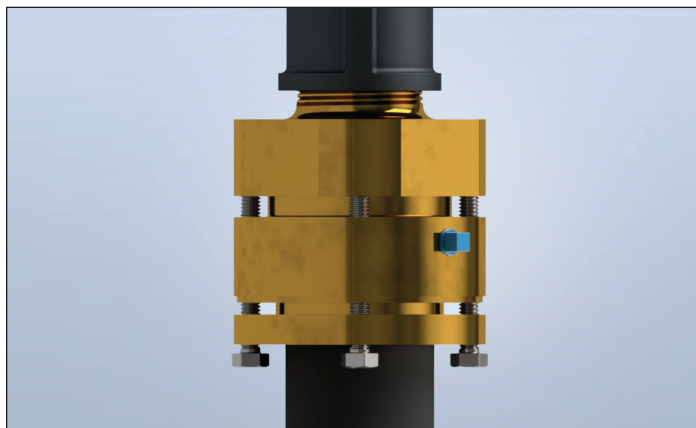

Figure 1-11
13. Appliquez de la pâte d'étanchéité ou de l'enduit à tuyau sur le filetage NPT de la bride avant, s'il y a lieu. Serrez le filetage NPT de la bride avant dans le filetage NPT du tuyau correspondant. N'utilisez des produits d'étanchéité que sur la connexion NPT (figure 1-11)!